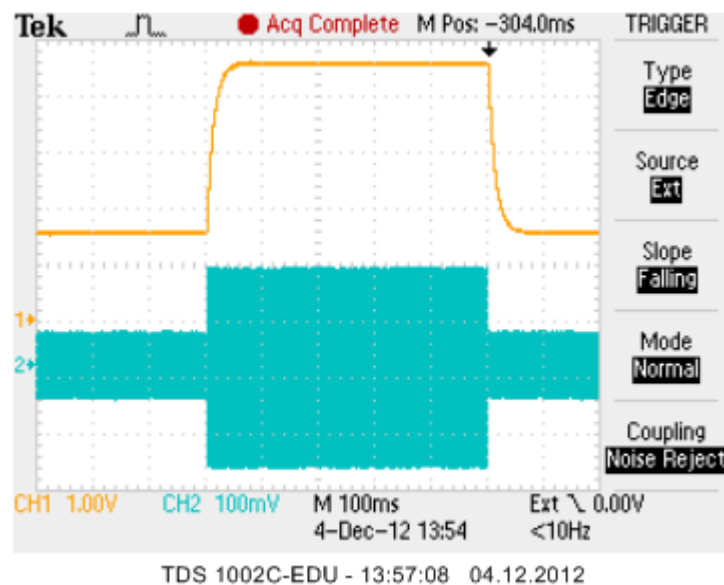

Abbildung 3: Einfluss der Zeitkonstanten: Das Oszilloskop zeigt ein Amplituden-moduliertes Signal (CH2) und den Ausgang des Lockin-Verstärkers (CH1).
6. Nehmen Sie das Ausgangssignal des Lockins mit Hilfe des Oszilloskops auf. Wie müssen Sie das Oszilloskop triggern, um Bilder ähnlich dem in Abbildung 3 zu bekommen?